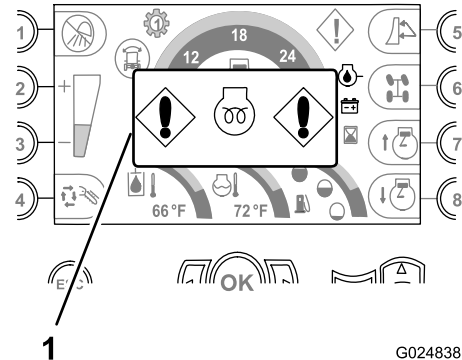

Bild 34
- **Anzeige für das verzögerte Anlassen des Motors:** Diese Anzeige wird angezeigt, wenn das Zündschloss in der Ein-Stellung ist und die Ansaugluftheizung für den Motor aktiviert ist (Bild 34).
Hinweis: Lassen Sie den Motor erst an, wenn die Anzeige nicht mehr sichtbar ist (Bild 34).